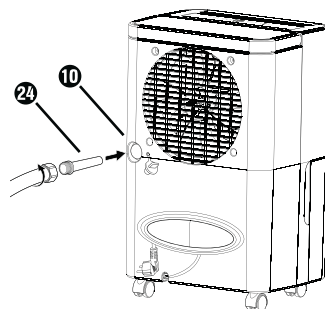

Fig. 5
- ◆ Si vous utilisez l'adaptateur pour tuyau d'arrosage UE ⑭, vissez maintenant un tuyau d'arrosage sur l'adaptateur pour tuyau d'arrosage UE ⑭ (voir la figure 5).